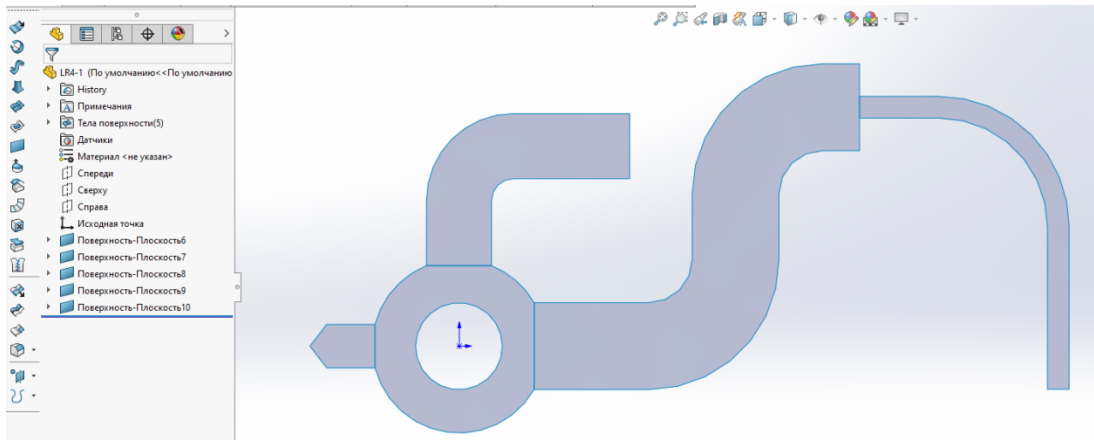

Рис. 6. Получение плоских поверхностей
1.2. Используя инструмент *Плоская поверхность* , эскизы преобразуем в поверхности (рис. 6).